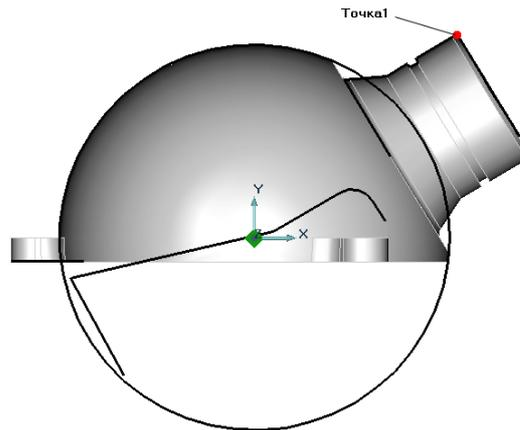

Рис. 2.32 Редактирование фаски.
5. Укажите узел в точке 1 (рис. 2.32).